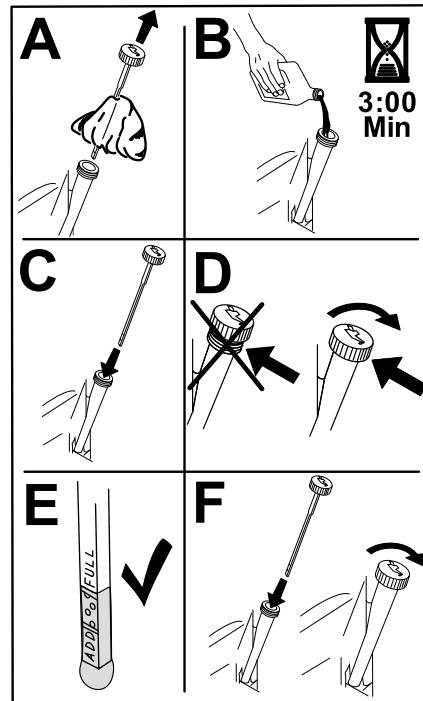

Figura 47
5. Vierta lentamente un 80 % aproximadamente del aceite especificado por el tubo de llenado, luego añada lentamente el resto del aceite hasta que llegue a la marca de Lleno (Figura 47).